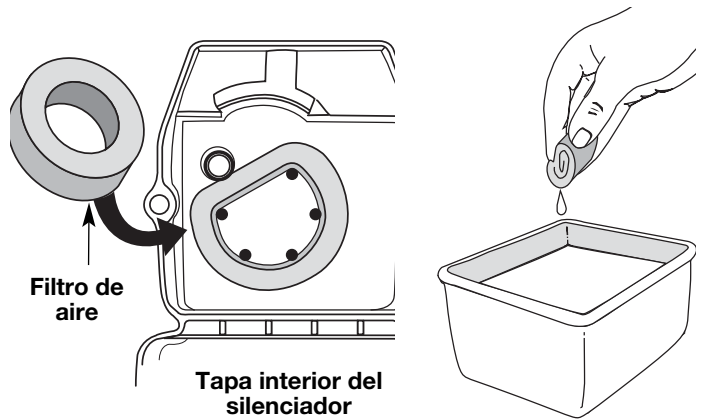

Fig. 14
2. Saque el filtro de aire del interior de la cubierta del silenciador / filtro de aire (Fig. 14).
3. Lave el filtro con agua y detergente (Fig. 14). Enjuague bien el filtro. Escurra el exceso de agua. Déjelo secar por completo.
6. Vuelva a colocar el filtro de aire en el interior de la cubierta del silenciador / filtro de aire (Fig. 14).